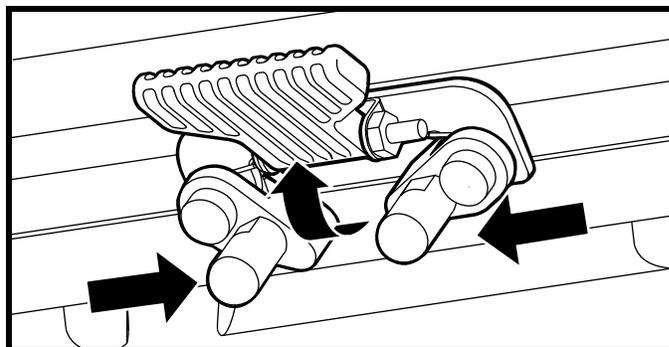

Figura 13. Regolazione dell'altezza del sedile - Sicurezza della chiusura del sedile
3. Sollevare il blocco di sicurezza del sedile. **Vedere la figura 13.**